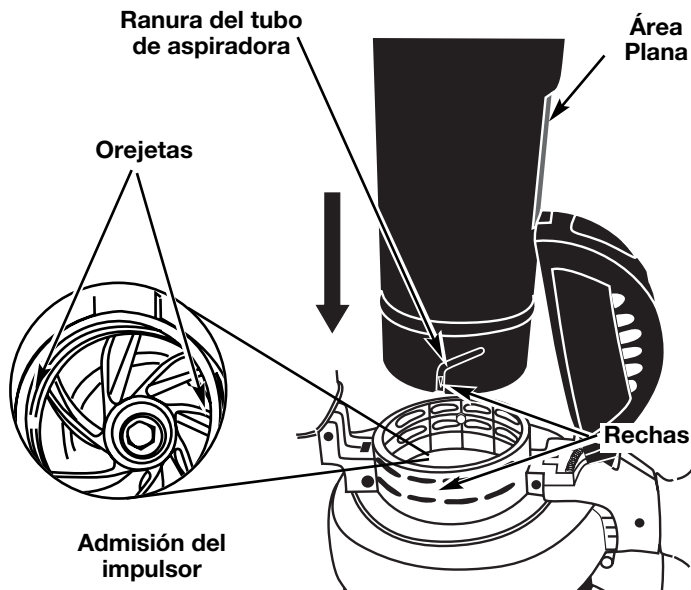

Fig. 4
- Mientras mantiene abierta la puerta de la aspiradora, localice el tubo de la aspiradora armado (armado en el Paso 2). Ponga el tubo de modo que el área plana esté de frente a la puerta de la aspiradora. Las ranuras en el costado del tubo se alinearán con las pequeñas lengüetas en la admisión del impulsor (Fig. 4). Desde el exterior, alinee la pequeña flecha en el tubo de aspiradora con el punto que está en la admisión del impulsor.